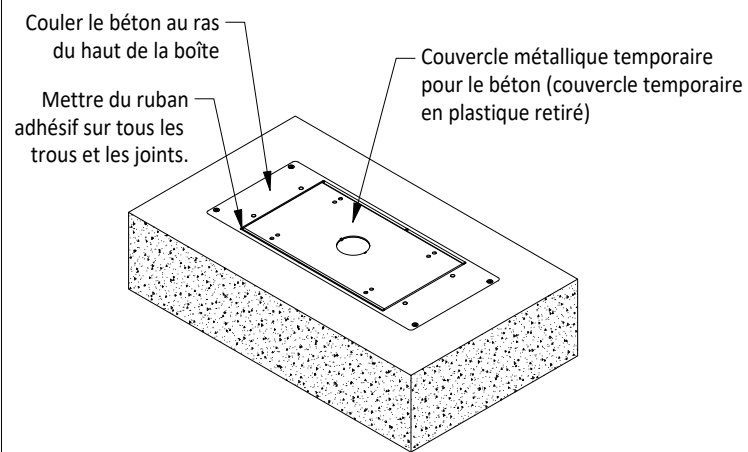

FIGURE 1 - Configuration de pré-coulée sans couvercle de plastique.
**AVANT LA COULÉE DU BÉTON, CONSULTER LES FIGURES 1, 2, 3, A, B, C, D, E ET F**
Consulter les Figures 1 ou 2 pour la configuration des couvercles pour béton. Pour le montage des rebords de types AFFLEURANT ou À PLAT, consulter les Figures A, B, C, D, E et F.
- Utiliser du ruban adhésif ou autre pour sceller tous les joints et ouvertures à l'extérieur de la boîte. Consulter les Figures 1 et 2. Couler le béton au ras du rebord de montage supérieur [2] ou du couvercle en plastique [4], au besoin.